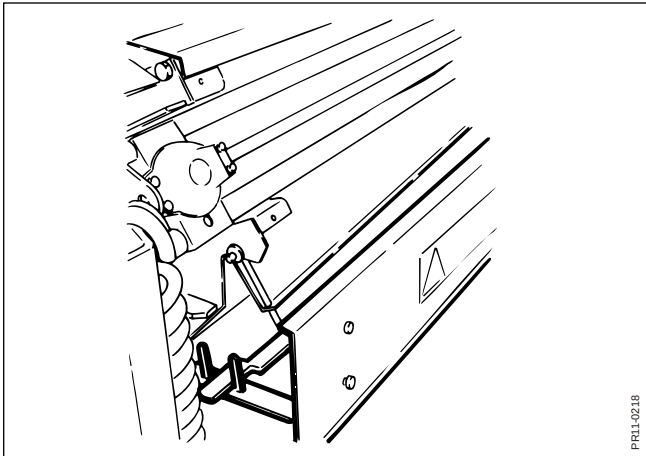

Fig. 4-9
- Fig. 4-9** 1. Bajar la pantalla detrás del dispositivo de afilar